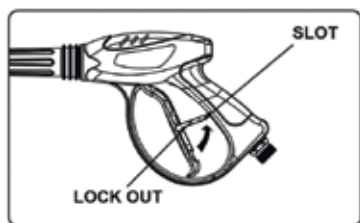

Fig. 14
**Usando a pistola de pulverização (veja Fig. 14 - 15)**